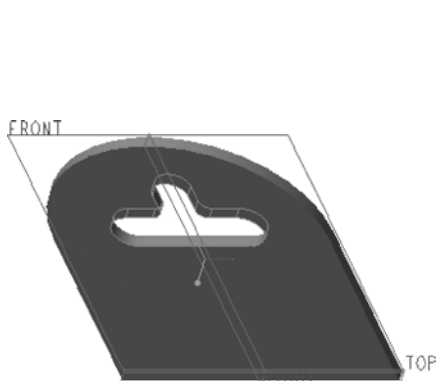

图 5-8 切除出挂孔
(6) 在“拉伸”选项卡中单击✔（完成）按钮，得到的钣金件初步模型如图 5-8 所示。